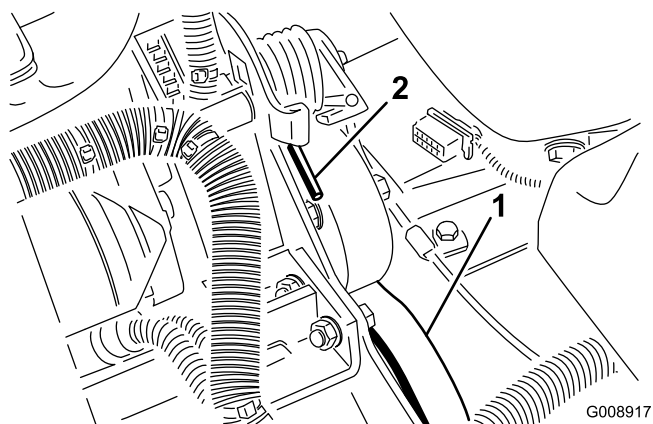

Figure 57
2. Appuyez sur l'extrémité du ressort (Figure 57) et poussez-la vers l'avant pour décrocher le ressort du support et le détendre.